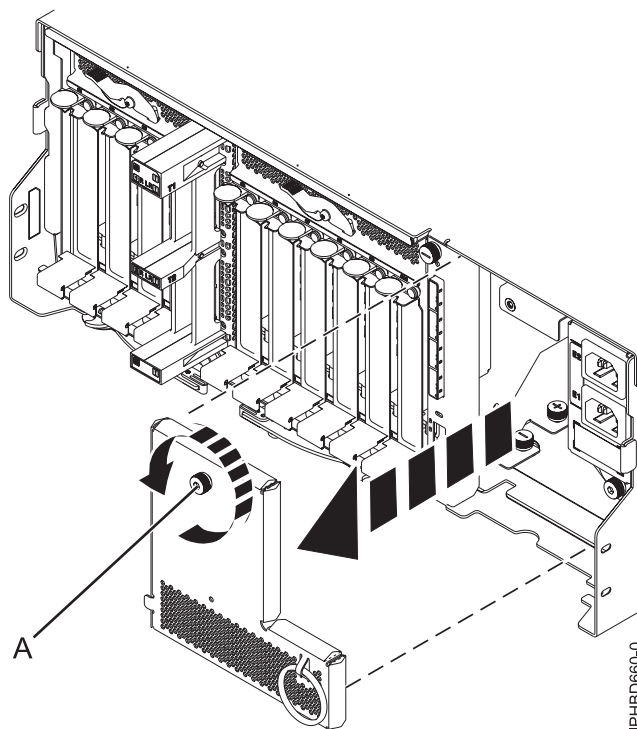

Figure 28. Retrait du capot d'un répartiteur de puissance en entrée
7. Sur le capot du répartiteur de puissance en entrée, dévissez la vis moletée **(A)** puis retirez le capot comme illustré à la figure 28.